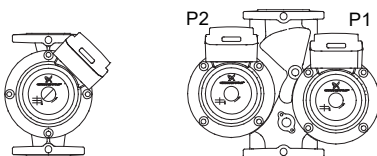

Fig. 3 Posiciones estándar
Las figs. 3 a 5 del apéndice muestran las posibles conexiones y el ajuste del selector para los diferentes modos de funcionamiento:
- Fig. 3: funcionamiento en alternancia.